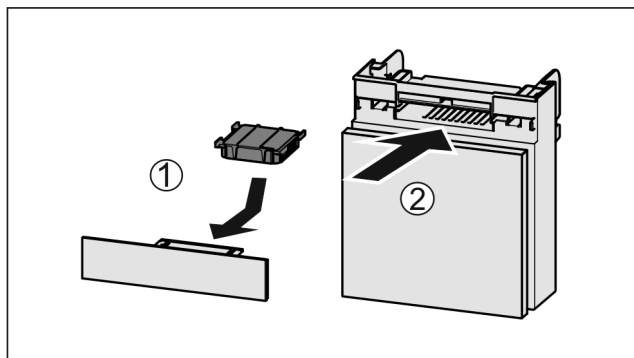

Fig. 104
- Vložte aktívny uhlíkový filter podľa obrázka Fig. 104 (1).
- Zasuňte zásuvku Fig. 104 (2).